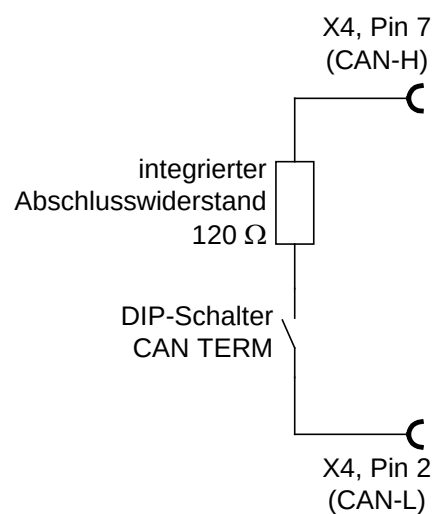

Abbildung 26: Integrierter CAN-Abschlusswiderstand
- ❖ An beiden Enden des CAN-Bus-Kabels muss jeweils genau ein Abschlusswiderstand von $120 \Omega \pm 5 \%$ vorhanden sein. Alle Servoregler der Reihe ARS 2300 SE verfügen bereits über einen integrierten Abschlusswiderstand, der mittels dem frontseitig angebrachten DIP-Schalter „CAN TERM“ aktiviert/deaktiviert werden kann (siehe *Abbildung 8* und *Abbildung 26*)